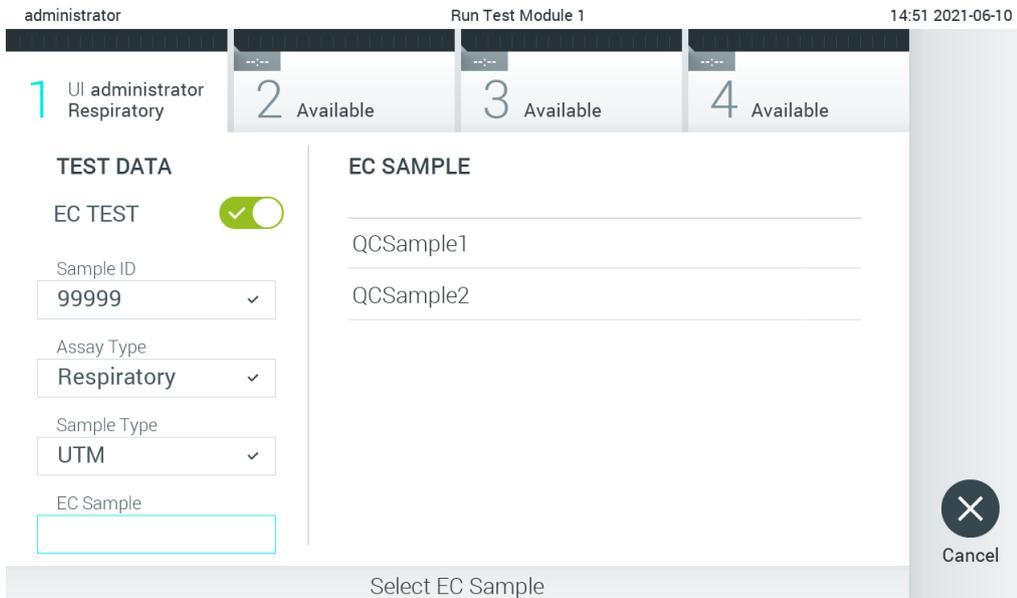

Abbildung 92. Auswählen von EC-Proben.
- Wählen Sie den entsprechenden EC-Probenotyp aus der Liste aus. Es werden nur EC-Proben für den ausgewählten Assaytyp angezeigt (Abbildung 92).